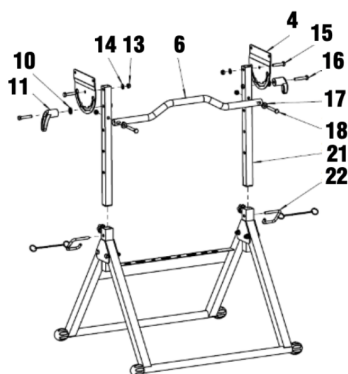

fig. 2
2. Fixez 2 supports à angle (n° 4) aux montants verticaux (n° 21) au moyen d'une rondelle, un écrou M8 et un boulon M8 x 45 (n° 15) (fig. 2).
3. Fixez le renfort d'appui (n° 6) aux montants verticaux au moyen de 2 rondelles ondulées (n° 17), écrous M8 et boulons M8 x 65 (n° 18) (fig. 2).
4. Insérez le crochet (n° 22) dans le trou de réglage de hauteur sur les montants verticaux (fig. 2).
6. Fixez les poignées de réglage d'angle (n° 11) aux montants verticaux en utilisant des rondelles de poignée (n° 10) et des boulons M8 x 50 (n° 16) (fig. 2).